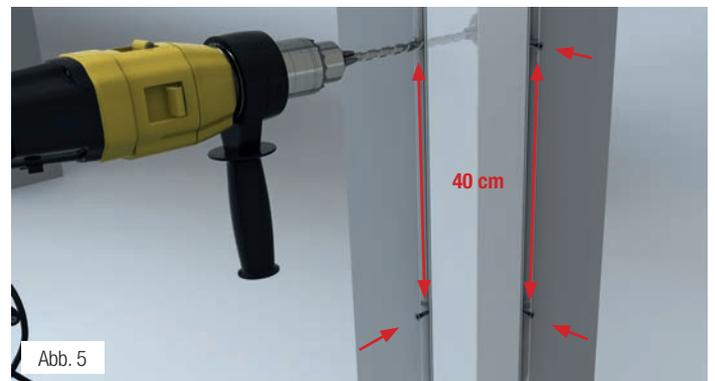

Abb. 5
5. Bei der Montage des Zevener Eckprofils **4** muss ebenfalls auf das gesonderte Achsmaß geachtet werden. Bitte bohren Sie alle 40 cm mit einem 5-mm-Bohrer vor (Abb. 5) und befestigen Sie das Zevener Eckprofil mit einer 4,2 x 32 mm A2 Kreuzschlitzschraube.